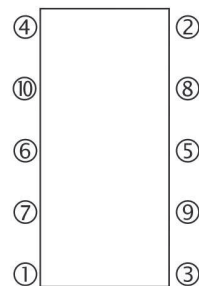

Fig.11
- 4) Afloje todas las tuercas en orden diametralmente opuesto (Fig. 11). Tire de la plataforma móvil hacia atrás y retire las placas una por una, procurando no dañarlas. Atención, el borde de las placas está afilado, utilice guantes de protección.
- Limpie y lubrique los tirantes, colóquelos en el bastidor, apriete las tuercas de forma progresiva y uniforme en el orden que se indica en la Fig. 11 hasta obtener la cota correcta entre las plataformas (cota de apriete) que se indica en la etiqueta de identificación. Compruebe que esta cota sea uniforme en todo el contorno de las plataformas. Si aprieta demasiado, las placas pueden sufrir daños irreparables.